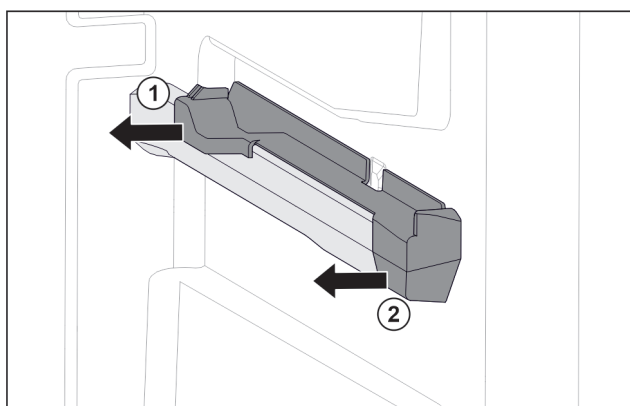

Fig. 77 Tillsats på den högra behållarens galler
- Dra bort tillsats i bak i sidled. Fig. 77 (1)
- Dra bort tillsats i fram i sidled. Fig. 77 (2)